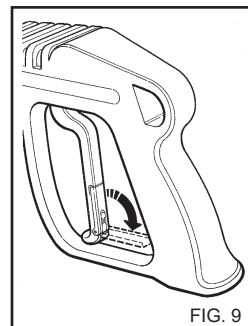

FIG. 9
- Quando l'idropulitrice non viene utilizzata chiudere il dispositivo di sicurezza dell'impugnatura.(fig. 9)